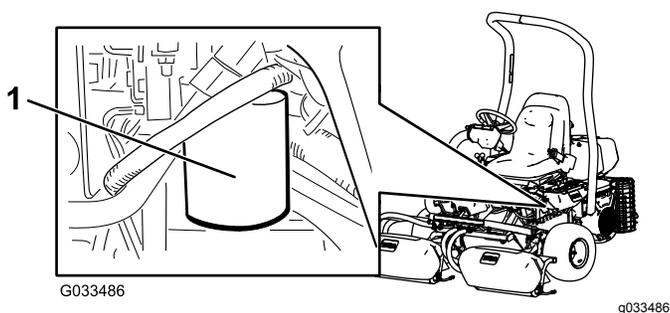

Figura 52
1. Limpie la zona de montaje del filtro izquierdo (**Figura 52**). Coloque un recipiente debajo del filtro y retire el filtro.